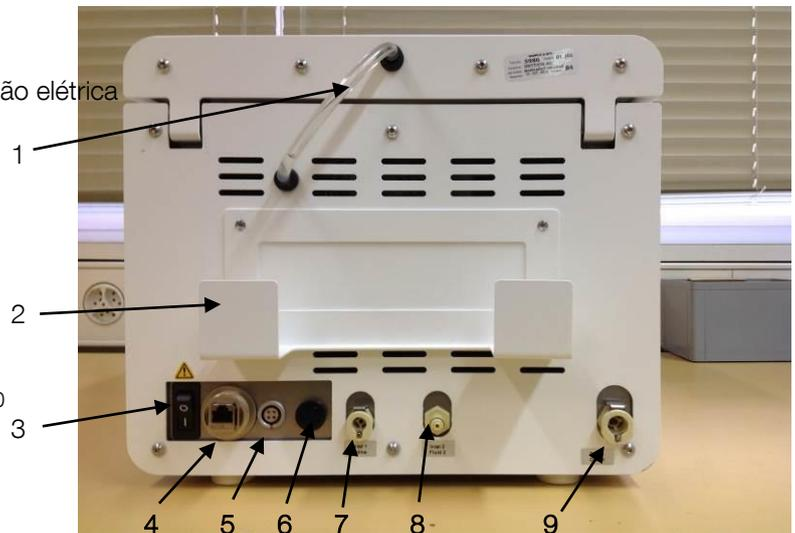

Fig. 7.1
Inserir a unidade de alimentação elétrica no suporte na traseira (ver fig. 7.1, pos. 2) e inserir a ficha na tomada de tensão contínua (fig. 7.1, pos. 5). Ligar o cabo de alimentação fornecido à unidade de alimentação elétrica e depois à tomada de parede.
Ligar a mangueira de enchimento à entrada 1 (fig. 7.1, pos. 7) na traseira e a mergulhar a outra extremidade da mangueira com o tubo de aspiração no recipiente com o soro fisiológico.
Se o aparelho dispuser da entrada opcional 2, unir a ligação da mangueira de enchimento 2 à entrada 2 traseira (fig. 7.1, pos. 8) e mergulhar a outra extremidade da mangueira ao tubo de aspiração no recipiente com a solução 2.
Unir a união da mangueira de escoamento à saída traseira (fig. 7.1, pos. 9) e colocar a outra extremidade da mangueira no recipiente de resíduos especiais.
Ligar o interruptor de rede (fig. 7.1, pos. 3) (ON). O processo de arranque demora cerca de um minuto.